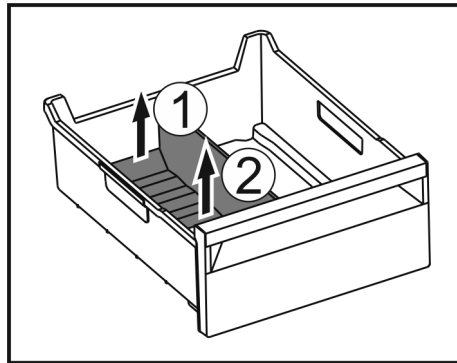

Fig. 178
- ▶ Hinteren Teil des Eisfach-Trenners anheben. Fig. 178 (1)
- ▶ Eisfach-Trenner nach oben entnehmen. Fig. 178 (2)